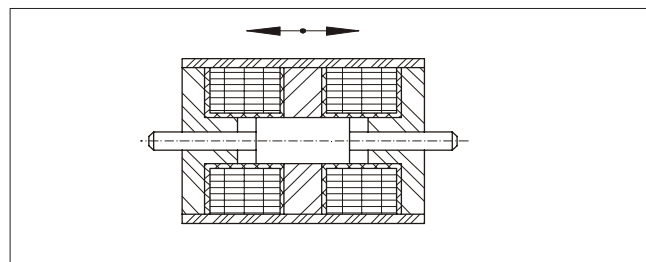

Bild 1.1.4
**Doppel-Hubmagnete** (mit Nullstellung) sind Magnete, bei denen die Hubbewegung je nach Erregung der zwei Spulen von der Nullstellung aus in eine der beiden entgegengesetzten Richtungen erfolgt. Die Rückstellung in die 0-Stellung erfolgt nach Ausschalten durch äußere Rückstellkräfte. Die Nullstellung ist also die Hubanfangslage für beide Richtungen. (Bild 1.1.4)